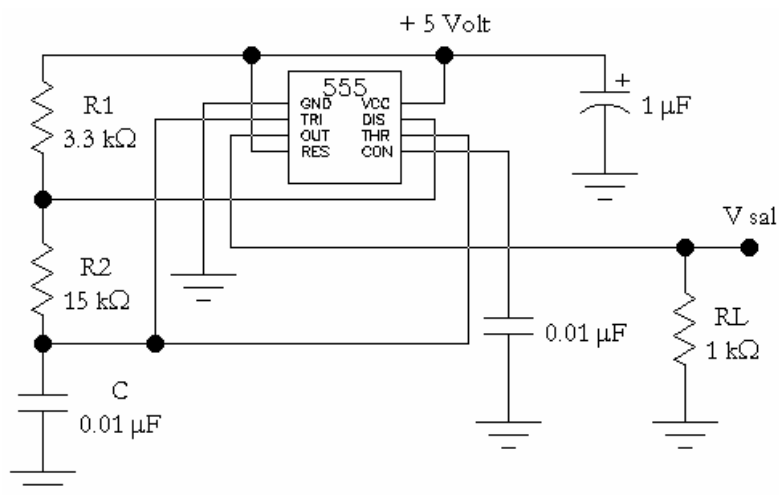
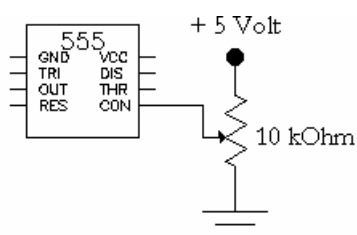

Figura 2
Figura 3
- 2.1. Armar el circuito de la Figura 2.
- 2.6. Medir las tensiones máxima y mínima en el terminal de salida (usada como source). La salida se comporta como source (fuente) cuando la resistencia de carga se conecta a tierra (como se encuentra en la figura 2). Registrar estos valores en la Tabla 3.
- 3.1. Rearmar el circuito de la Figura 2 eliminando el capacitor de  $0,01\text{ }\mu\text{F}$  de la terminal de CONTROL. En su lugar realice la conexión mostrada en la Figura 3.